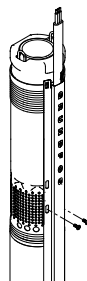

Fig. 7 Fixation du garde-câble à la crépine d'aspiration
3. Fixer le protège-câble à la crépine d'aspiration de la pompe à l'aide des deux vis autotaraudeuses fournies, voir la figure 7.